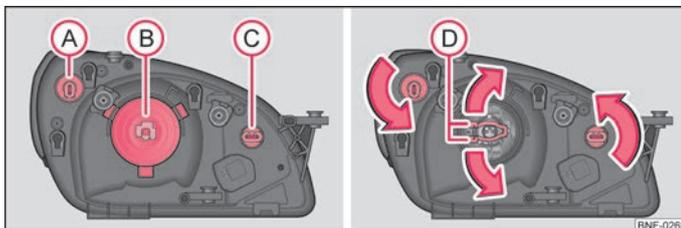

Fig. 119 Fari sinistri - Vano motore: Disposizione / Smontaggio lampadina
- Ⓐ - Indicatori di direzione anteriori ⇒ fig. 119
- Ruotare il portalampada Ⓐ fino all'arresto in senso antiorario ed estrarlo ⇒ fig. 119.
- Staccare il connettore dalla lampadina Ⓑ ⇒ fig. 119.
- Ruotare il portalampada **C** fino all'arresto **in senso antiorario** ed estrarlo ⇒ fig. 119.